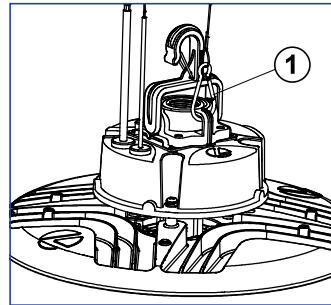

Figure 2
1.2 Suspendre le luminaire avec la chaîne ou le câble au crochet du luminaire de manière sécuritaire. Remarque : après avoir accroché la chaîne ou le câble, vérifier que l'agrafe à ressort du crochet est fermée. Une fois le luminaire suspendu, fixez le câble de sécurité (1) à l'ouverture du boîtier du pilote et fixez l'autre extrémité du câble à la structure permanente. (voir la figure 2).